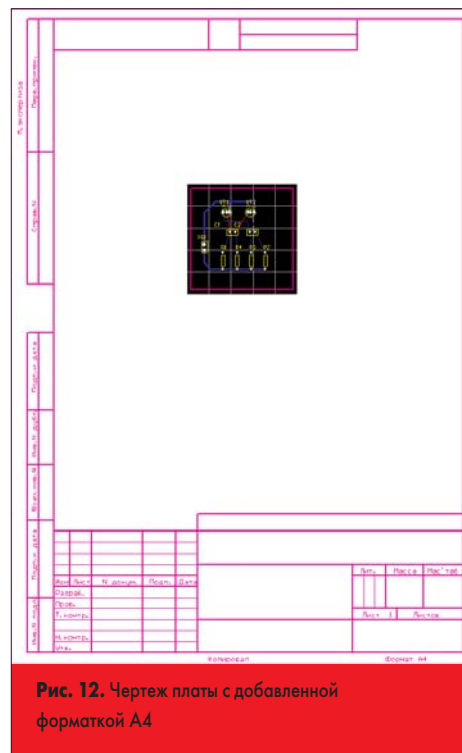

Рис. 12. Чертеж платы с добавленной форматкой А4
21. Переместим чертеж платы в центр рамки или в любое другое подходящее место. Для этого с помощью мыши выделим в окне охвата всю плату, наведем указатель мыши на любой из выделенных объектов, щелчком левой кнопкой мыши и, удерживая ее, переместим плату в новое место (рис. 12).